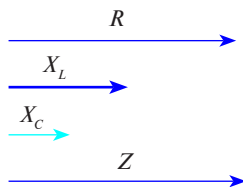

Рис. 16. Векторы  $R$ ,  $X_L$ ,  $X_C$ ,  $Z$
26. Построить треугольник сопротивлений, используя векторы  $R$ ,  $X_L$ ,  $X_C$ ,  $Z$  (рис. 16). Начинать следует с вектора сопротивления  $R$ . Необходимо учитывать, что напряжение и сила тока имеют одинаковые фазы при чисто омических сопротивлениях, а векторы  $X_L$  и  $X_C$  имеют фазовый сдвиг  $90^\circ$  разного знака.